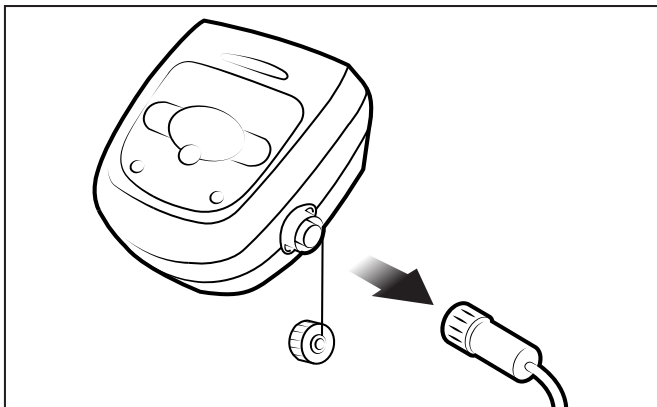

Figure 11. Débrancher
3. Débrancher le nettoyeur au niveau du boîtier de commande (Figure 11).